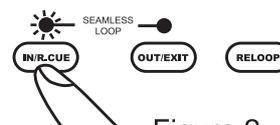

Figure 2
b - Enfoncez la touche IN/R. CUE (13) pour définir le départ de la boucle discrète. la led située au dessus du bouton IN/R. CUE s'allume (fig.2).